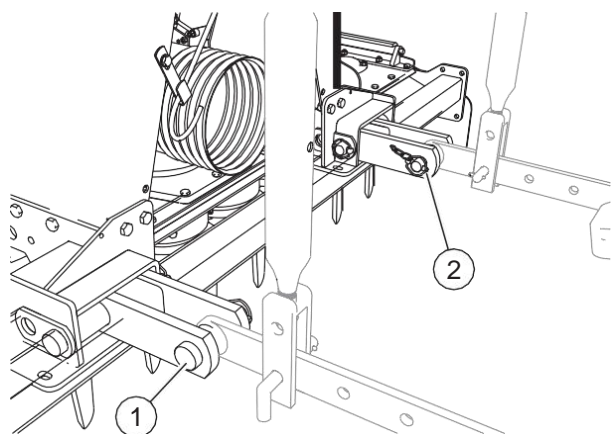

FIG. 18
- Flytta traktorns dragarmar till maskinens undre fästen ("fig. 18"). Skjut in fästbultarna (1). Säkra bultarna med låssprintarna (2) som ingår som standardutrustning.